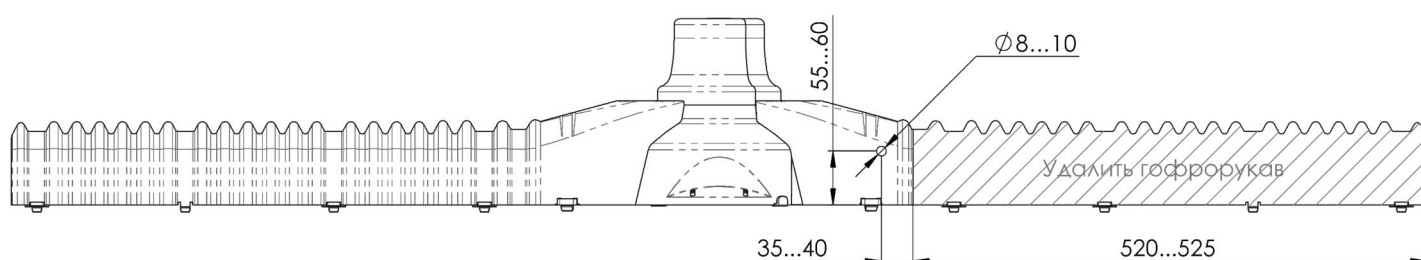

Рис. 20. Схема доработки ПЗУ по месту для установки по второму способу
3.6.2. При втором способе установки устройства один гофрорукав ПЗУ-ГР-SC должен быть частично удалён на длину, определяемую по месту установки из условия отсутствия открытых металлических частей изолирующей подвески. Также по месту должна быть выполнена прорезь/отверстие под стяжной хомут в головной части. Удаление гофрорукава и изготовление отверстия выполняется непосредственно перед монтажом в соответствии со схемой (рис. 20). Устройство должно быть закреплено на проводе при помощи трёх фиксаторов, установленных в оставшемся гофрорукаве. После этого необходимо зафиксировать ПЗУ от смещения и поворота относительно оси провода, притянув головную часть устройства к проводу стяжным хомутом через прорезь в корпусе ПЗУ и проушину оконцевателя изолятора (рис. 19).